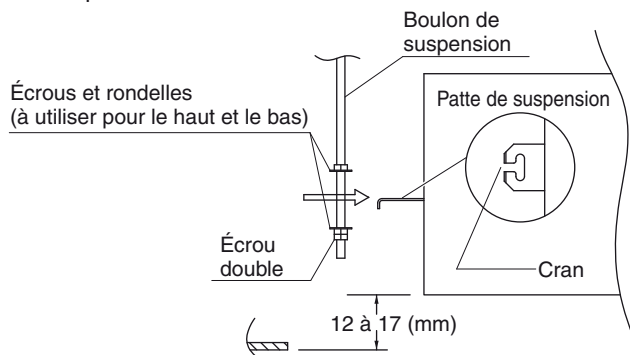

Fig. 3-5
- (3) Montez les 3 écrous hexagonaux et les 2 rondelles (fourniture sur site) sur chacun des 4 boulons de suspension comme indiqué à la Fig. 3-5. Utilisez 1 écrou et 1 rondelle pour le côté supérieur et 2 écrous et 1 rondelle pour le côté inférieur pour que l'unité ne tombe pas des pattes de suspension.
- (4) Ajustez de sorte que la distance entre l'unité et la partie inférieure du plafond soit de 12 à 17 mm. Serrez les écrous sur le côté supérieur et le côté inférieur de la patte de suspension.
- (5) Enlevez le polyéthylène de protection utilisé pour protéger les pièces du ventilateur pendant le transport.
- (6) Contrôlez avec un mètre-ruban ou un niveau de charpentier.